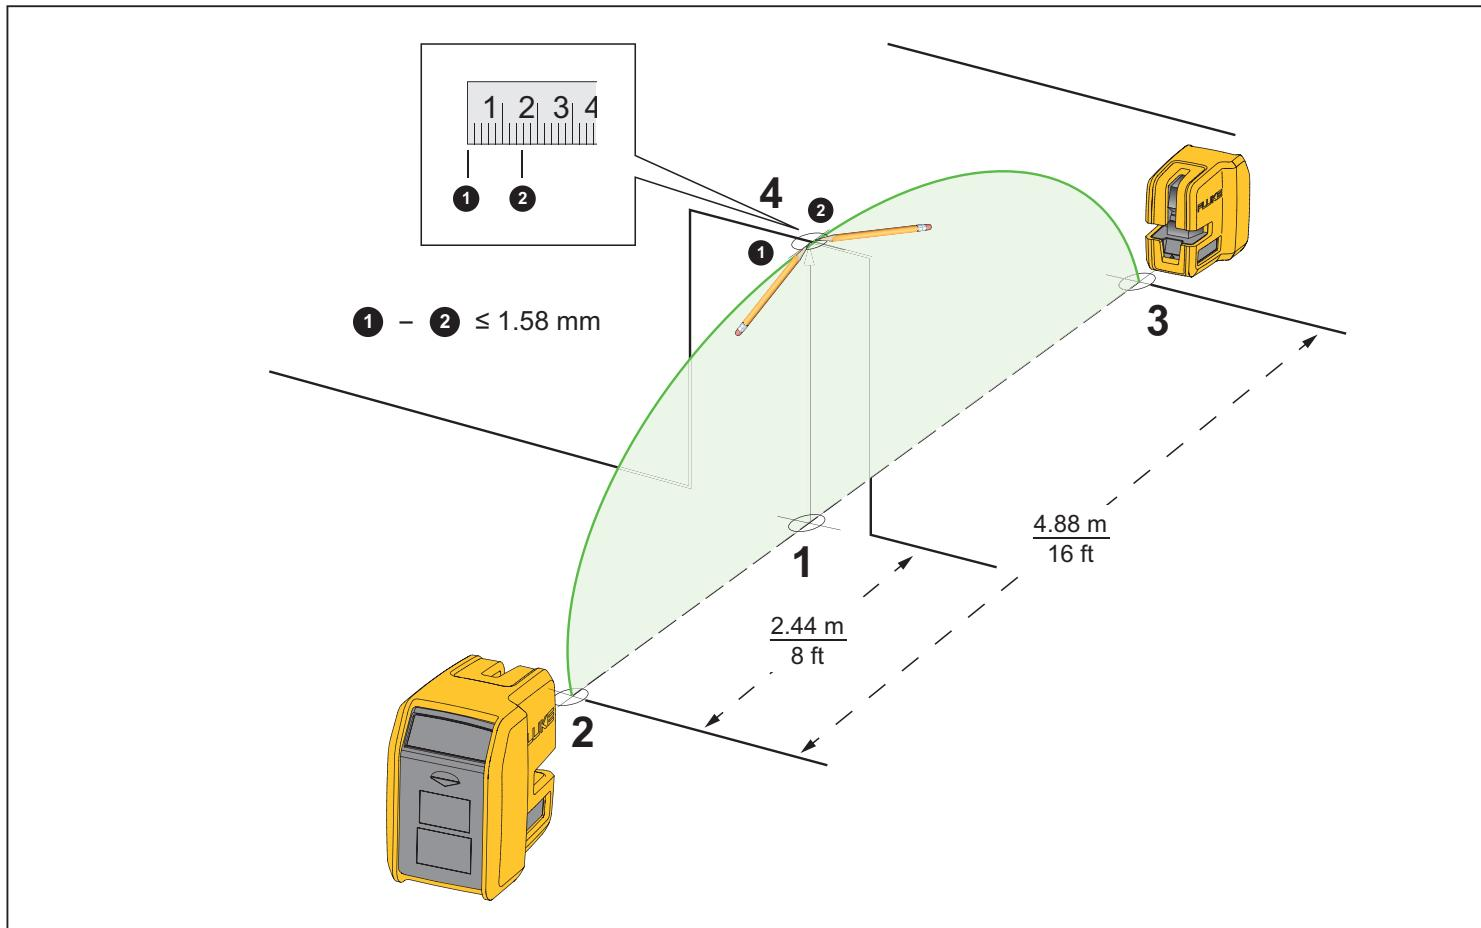

图 6. 垂直激光精度
2. 将一个十字标记（标记 **1**）置于门楣中心点的地面上。请参阅图 6。